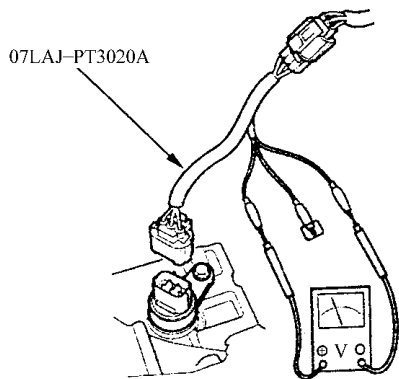

图 12-42 测量是否为 5V 电压
8) 如图 12-42 所示, 将 GRN (绿色)测试线束夹连接到电压计的正极探针上。检查电压值是否为 5V 电压。